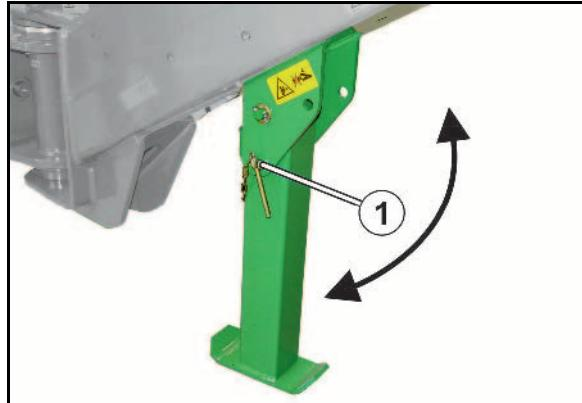

Рис. 53
- устройство переключения техколей закрывает в распределительной головке посредством заслонки (Рис. 53/1) подвод посевного материала к семяпроводам (Рис. 53/2) сошников техколеи;
Подача посевного материала к сошникам техколеи прерывается, как только электромотор (Рис. 53/3) закрывает соответствующие семяпроводы (Рис. 53/2) в распределительной головке.
Датчик (Рис. 53/4) проверяет, надлежащим ли образом работают заслонки (Рис. 53/1), открывающие и закрывающие семяпроводы (Рис. 53/2).